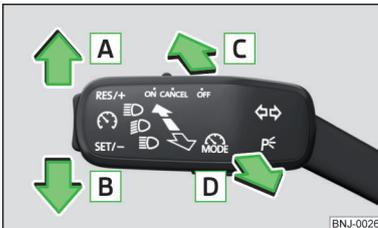

Fig. 48
### Posiciones de la palanca de mando » fig. 48
- Presionar la palanca de mando en la posición **A** o **B** hasta el tope » fig. 48 de la pág. 64.